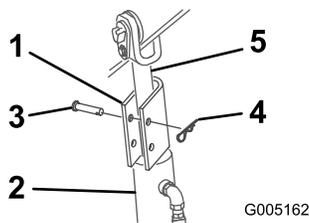

Рисунок 17
4. Опустите замок гидроцилиндра на шток каждого гидроцилиндра подъемного устройства (Рисунок 17).
5. Закрепите каждый замок гидроцилиндра при помощи шплинтуемого штифта и шплинта (Рисунок 17).